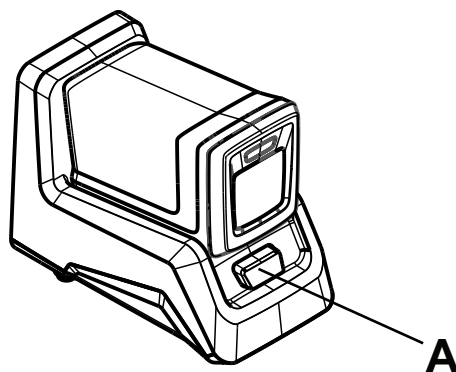

図 11 – バッテリーの充電
2. バッテリー解除ボタン (A) を押し、充電済みバッテリーをスライドさせて充電器から取り外します (図 11) 。